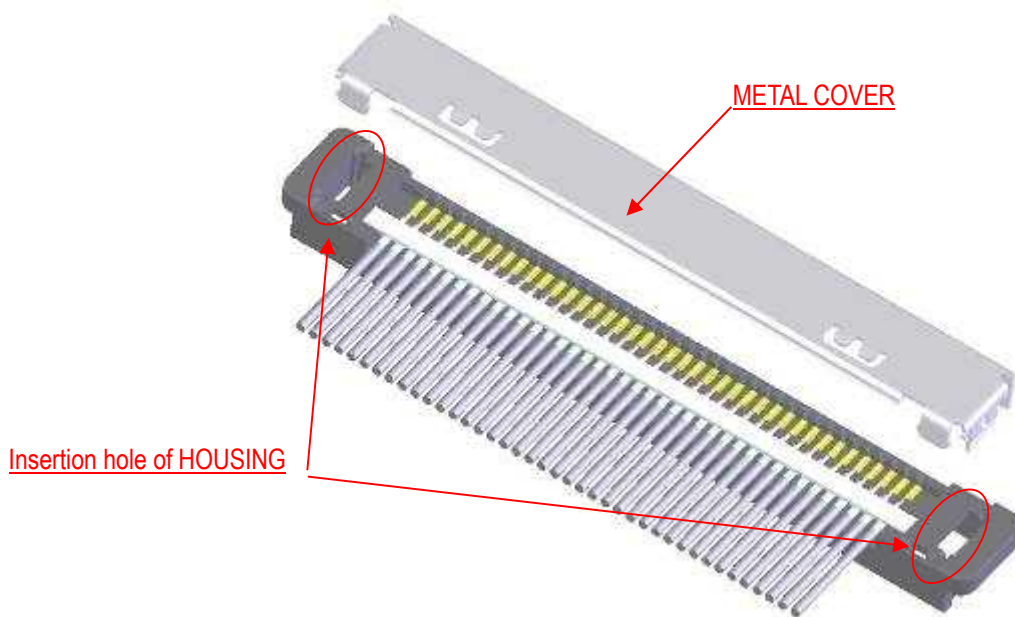

Fig.6 Assembly of METAL COVER
① Fig.6 の様にコネクタ上面側から HOUSING の挿入穴に METAL COVER を組み付ける。